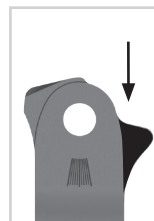

Fig. 26
- 3 Si nécessaire, poncez le crochet du ressort de pression sur l'étrier de pied modulaire (Fig. 26).